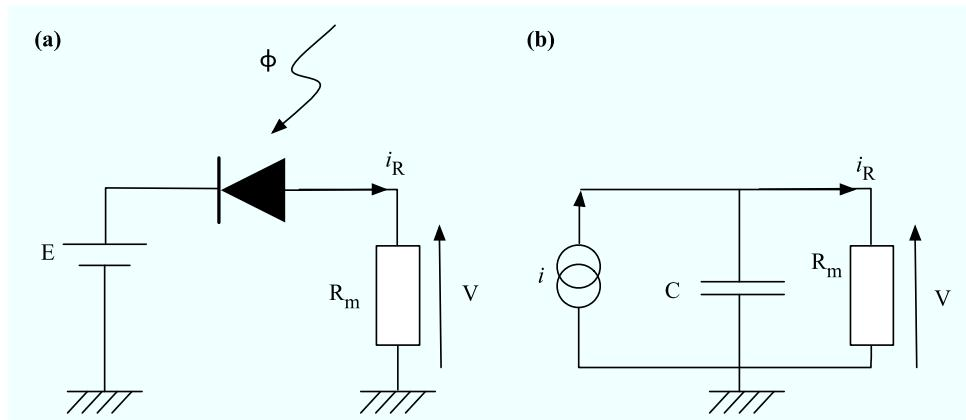

FIG. 1. (a) Montage expérimental — (b) Schéma équivalent
Un montage simple permettant de mesurer un flux lumineux est représenté sur la figure 1. La photodiode se comporte comme un générateur de courant. Elle produit un courant proportionnel au flux lumineux reçu, c'est-à-dire $i = S_d \phi$, avec S_d la sensibilité de la diode (A W^{-1}) et ϕ le flux lumineux incident. On suppose que cette sensibilité ne dépend pas de la fréquence de variation de ϕ . Considérons le montage expérimental (figure 1.(a)). Celui-ci peut être considéré comme un système linéaire. Le signal d'entrée est ϕ , le signal de sortie est la tension V aux bornes de la résistance et que l'on peut aisément mesurer (oscilloscope, carte multifonctions, etc ...).
2. A partir du schéma équivalent de la figure 1.(b), donner l'équation caractéristique de ce système expérimental linéaire. Quel est son ordre ?